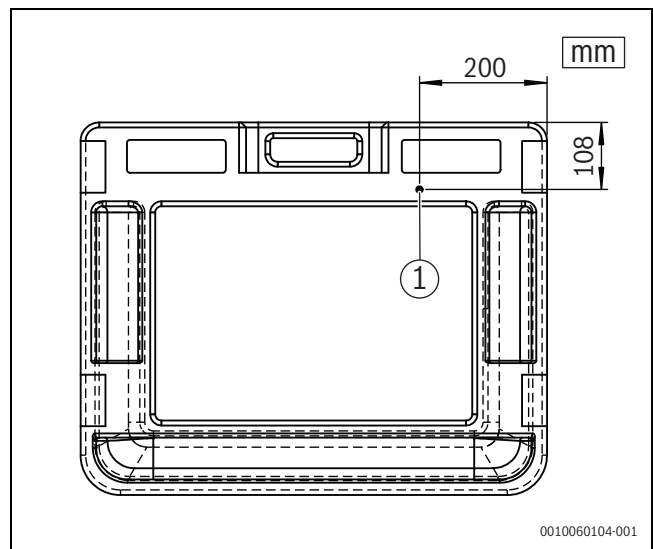

Bild 5 Vorbohrung des Seitenteils
- Mit einem 4-5 mm Bohrer ein Loch in das Seitenteil vorbohren (→ Bild 5, [1]).